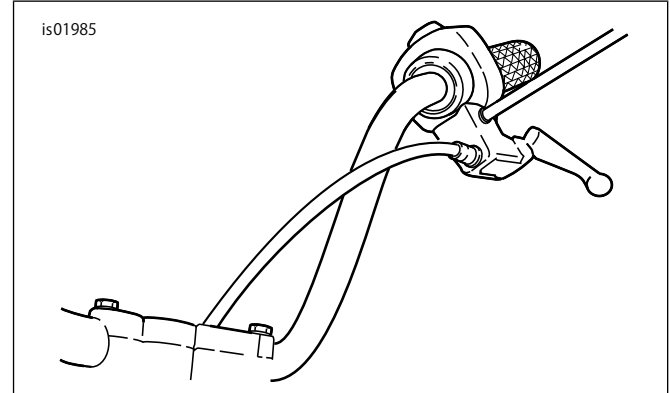

図1. 新しいクラッチケーブルの取り直し
2. FXSTBモデル: ステップ3に進む。FXSTB以外の全モデル: 図1を参照してください。次のようにクラッチケーブルの位置をハンドルバーの内側に移動します。
- d. 「図1」を参照してください。クラッチケーブルの位置をハンドルバーの内側に変え、クラッチケーブルをクラッチレバーに繋がします。